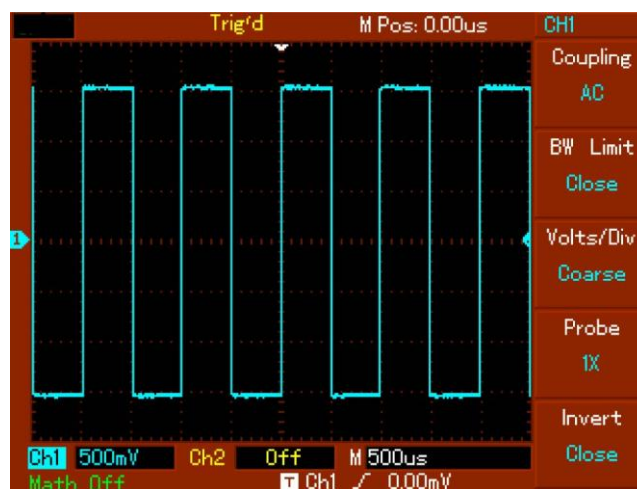

Figura 1-7 Sinal de Compensação da Ponta de Prova
- ③. Conecte a ponta de prova no sinal de calibração do osciloscópio. Pressione [AUTO] e você verá uma onda quadrada no display com aproximadamente 3V de pico-a-pico em 1kHz. Para mais detalhes veja a Figura 1-7. Repita este passo para verificar CH2. Pressione a tecla de função [OFF] para desabilitar o CH1, então pressione a tecla de função [CH2] para habilitar CH2. Repita os passos 2 e 3.